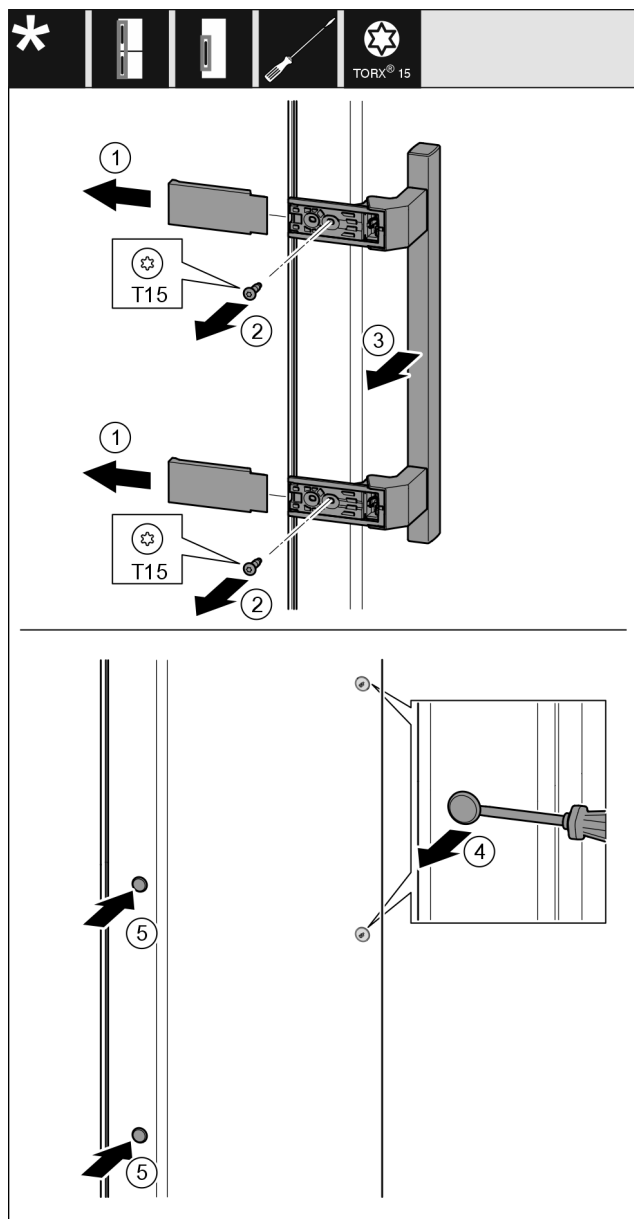

Fig. 19
- ▶ Húzza le a fedelet Fig. 19 (1).
- ▶ Tekerje ki a csavarokat Fig. 19 (2) csavarhúzóval.
- ▶ Vegye le a fogantyút Fig. 19 (3).
- ▶ Óvatosan emelje meg és húzza ki az oldalsó dugót Fig. 19 (4) lapos csavarhúzóval.
- ▶ Tegye vissza a dugót Fig. 19 (5) a másik oldalra.